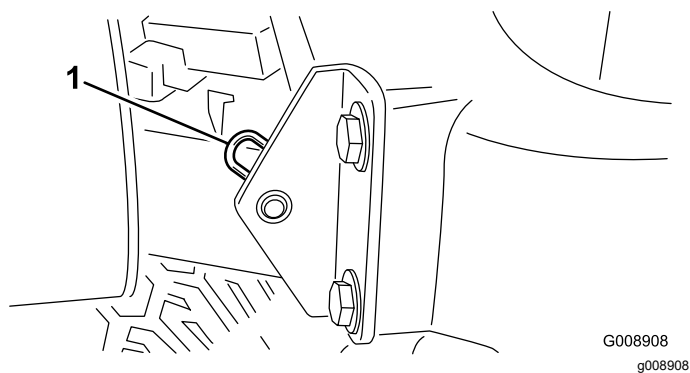

Figura 30
2. Togliete la coppia che fissa il perno del cofano alle staffe di montaggio (Figura 30).
Nota: I raccordi di ingrassaggio sono montati a paro sui rulli (Figura 30) e necessitano di un adattatore per l'ugello dell'ingrassatore a pressione. Per ottenerlo, ordinate il N° cat. 107-1998 presso il Distributore Toro autorizzato di zona.